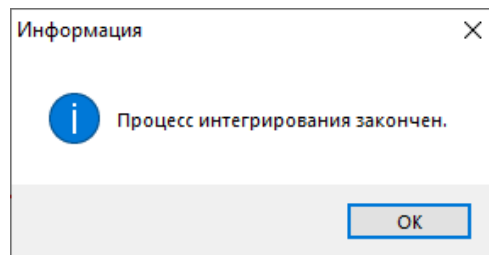

Рис. 18. Окно информации о завершении процесса интегрирования
- После окончания процесса моделирования в появившемся окне **Информация** нажмите **ОК**, рис. 18. Программа перейдёт в режим паузы процесса моделирования.
- После окончания процесса моделирования в появившемся окне **Информация** нажмите **ОК**, рис. 18. Программа перейдет в режим паузы процесса моделирования.